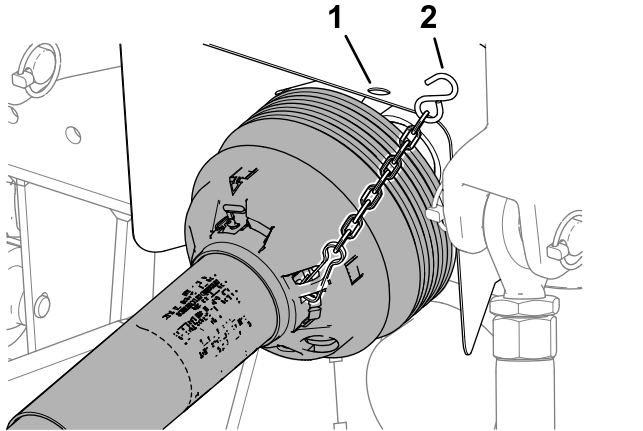

Bild 49
5. Entfernen Sie die Kette des Sicherheitsschutzblechs (Bild 49) von der Zapfwelle der Zugmaschine (nur CE).